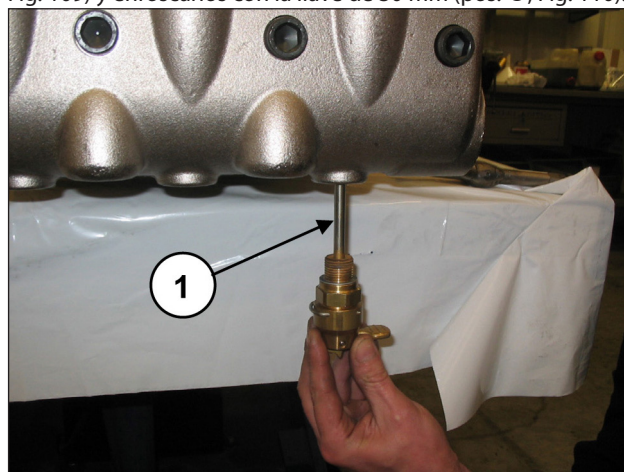
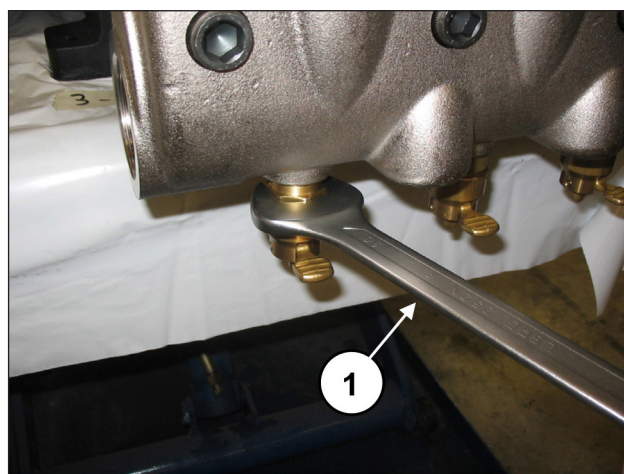

Fig. 109
Fig. 110
Aplicar los dispositivos de apertura de las válvulas (pos. ①, Fig. 109) y enroscarlos con la llave de 30 mm (pos. ①, Fig. 110).